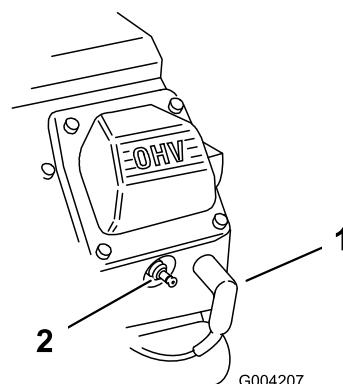

Figura 38
- Staccate il cappellotto dalle candele (Figura 38).
3. Collegate i cappellotti alle candele (Figura 38).